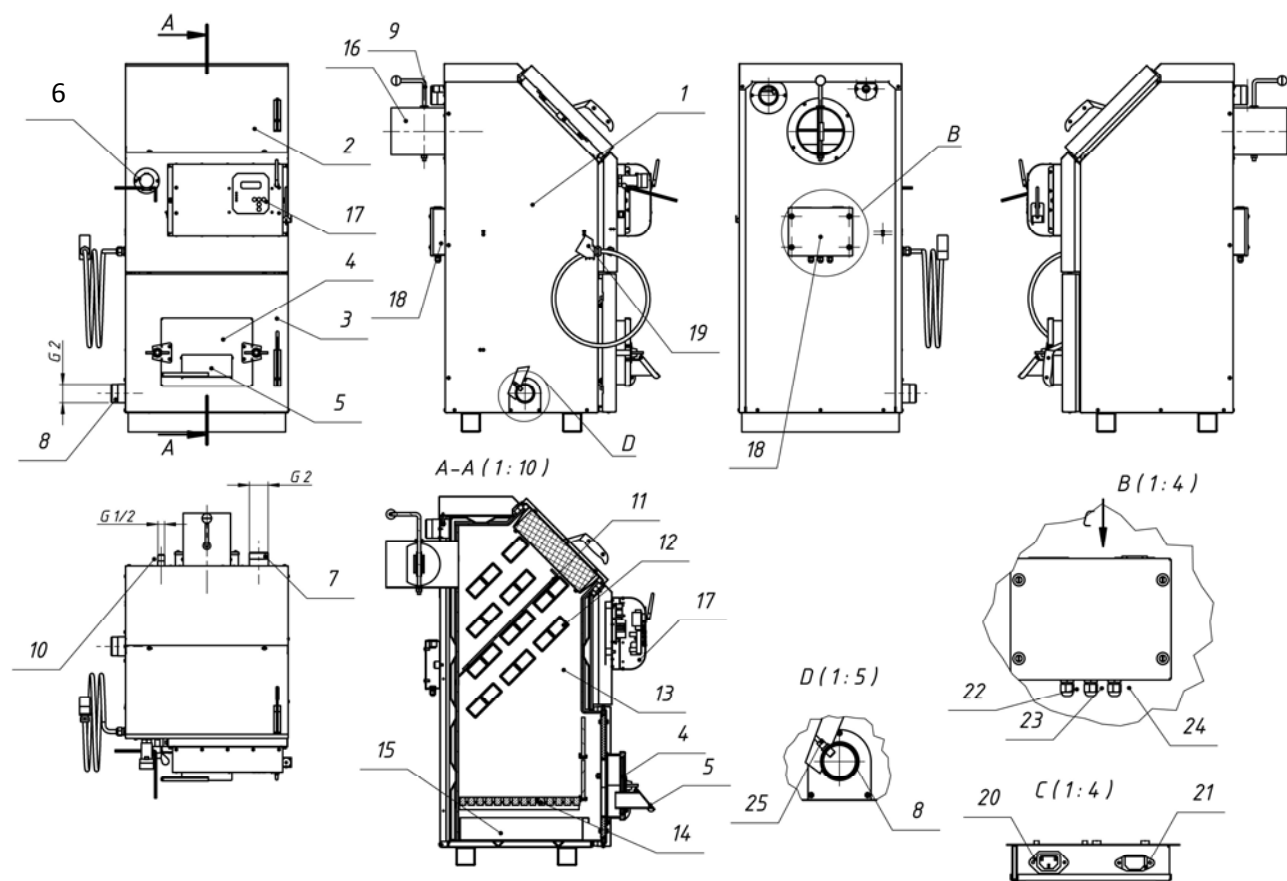

Рис. 1. Эскиз котла Валдай.
Котлы "Валдай" состоят из следующих основных узлов (Рис.1):
Эскиз котла, габаритные и присоединительные размеры котла показаны на Рис.1, Рис. 2. На Рис. 3 приведены габаритные размеры котла совместно с горелкой, бункером и податчиком.
В теплообменных трактах котлов Валдай установлены заслонки (кроме котла Валдай-50). Схема расположения заслонок показана на Рис.1а.
Рис. 1а. расположение заслонок в котлах Валдай.
8.1.1 Составные части и конструкция горелки представлены на Рис.1...Рис.7. Нумерация составных частей на рисунках сквозная для разделов 8 и 9.